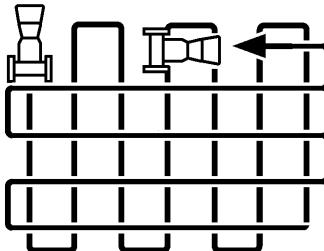

Fig.21
(6) 一通り刈り終えますと、今までと直行する方向で刈り込めば刈り跡がきれいになります。(Fig.21)